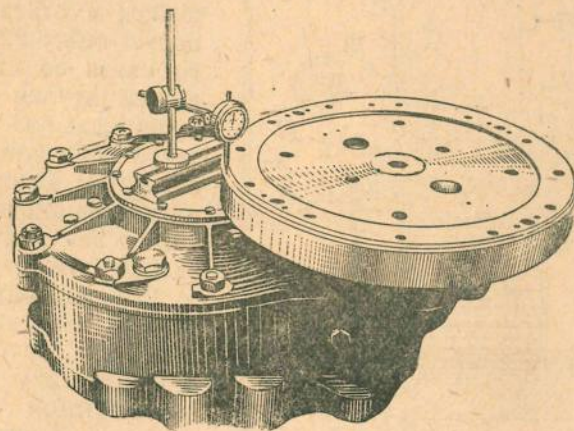

Рис. 129. Проверка биения диска бортового редуктора
21. Закрепить несущий диск 20 на ведущей шестерне пробкой 21, завернув ее доотказа в резьбовое отверстие ведущей шестерни ключом, предварительно под фланец пробки подмотать асбестовый шнур. Проверить торцовое биение несущего диска индикатором. Торцовое биение по диаметру 500 мм допускается до 0,3 мм (рис. 129).